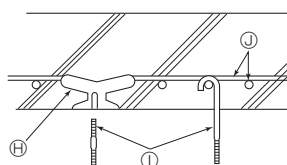

Fig. 2-5
- ② Estructuras de hormigón armado (Fig. 2-5)
- (D) Panel de techo
- (E) Cable
- (F) Viga
- (G) Viga de techo
- (H) Use inserciones con capacidad de 100-150 Kg cada una (no incluidas).
- (I) Tornillos de suspensión M10 (3/8") (no incluidos)
- (J) Barra de refuerzo de acero
- (K) C canal
- (L) Ménsula de suspensión del canal